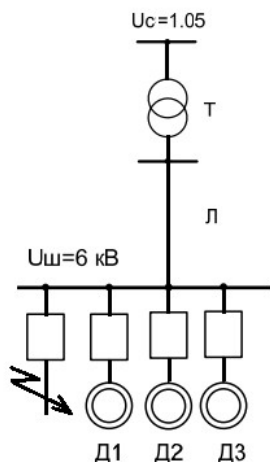

Рисунок 1 – Схема электроснабжения ЭД
3. Выполнить оценку успешности группового самозапуска трех ЭД от резервного источника питания. Схема питания ЭД показана на рис. 1. Напряжение источника питания равно  $U_c = 1,05$  о.е., отнесенное к 6 кВ. Напряжение на шинах источника питания постоянно во время процесса самозапуска.